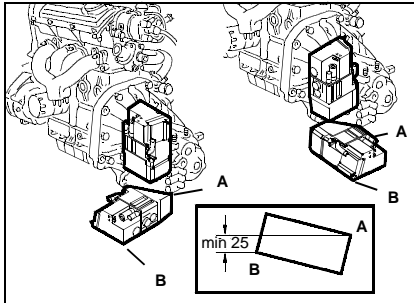

Bild 1: Einbauort vor dem Getriebe
- stehend vor dem Getriebe (teilüberdeckt siehe Abb. 1) wenn die Brennstoffversorgung nicht vor Motor, Nebenaggregaten oder Getriebe angebracht ist.
- in Schräglage vor dem Getriebe (siehe Abb. 1) wobei sicherzustellen ist, dass sich Punkt "A" unterhalb der Getriebeunterkante und **mindestens 25 mm über Punkt "B"** befindet. Damit ist gewährleistet, dass bei einem Unfall das Heizgerät unter dem Getriebe weggleiten kann.